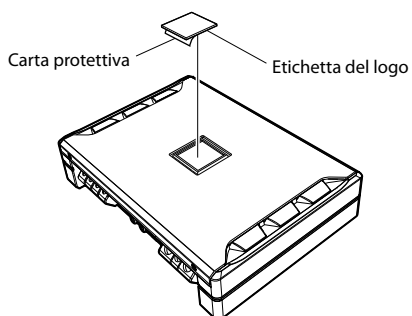

Fig. 4
2. Staccare la carta protettiva dall'etichetta del logo, quindi fissarla all'unità nella direzione desiderata. (Fig. 4)